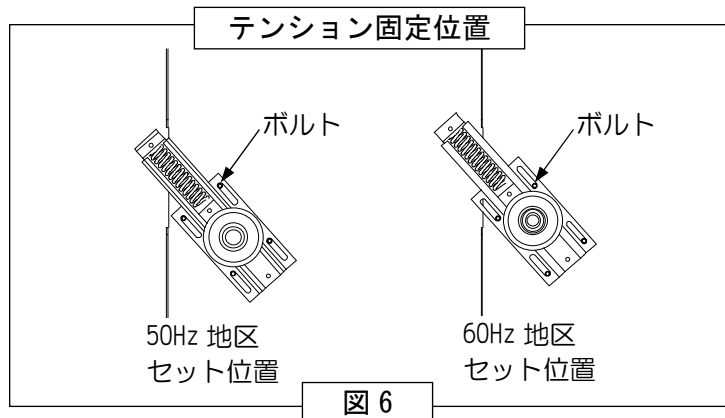

図 6
- (7) テンションを昇降機に取り付けます。M6 ナット(4 個)で固定します。50Hz 地区は、ボルトが長穴の上側、60Hz 地区はボルトが長穴の下側になるように固定します。(図 6)